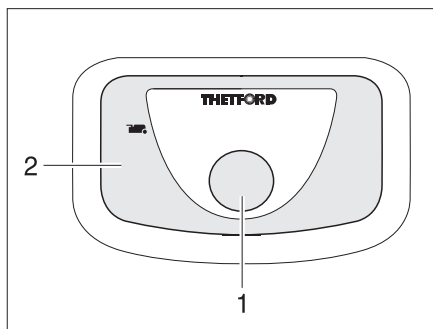

Fig. 255 Pulsante dello sciacquone/spia di controllo toilette Thetford
- Per sciacquare premere il pulsante blu (Fig. 255,1).
Quando la cassetta Thetford è piena e deve venire svuotata, la spia di controllo (Fig. 255,2) si accende.